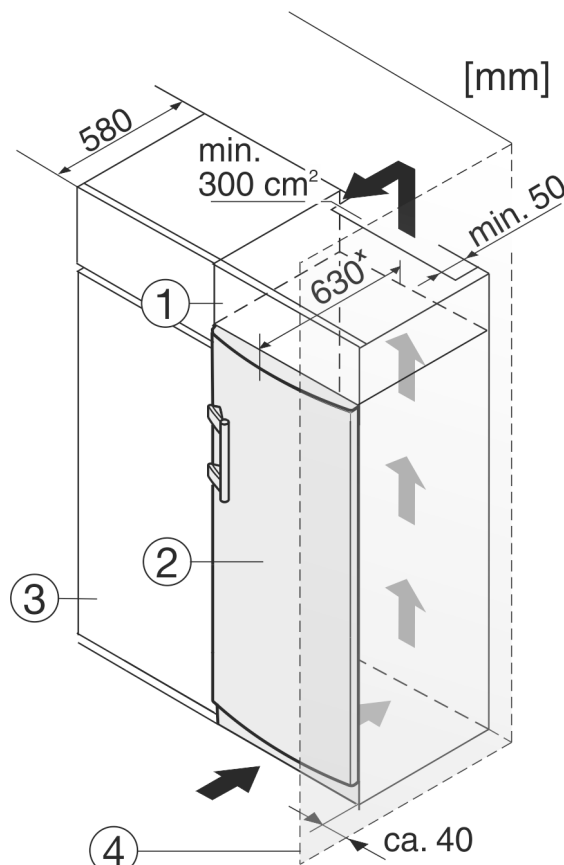

Fig. 12
Urządzenie może zostać obudowane szafkami kuchennymi. Aby dopasować urządzenie Fig. 12 (2) do wysokości ciągu szafek kuchennych, można nad urządzeniem umieścić szafkę nasadzaną Fig. 12 (1).
W przypadku obudowania szafkami kuchennymi (głębokość maks. 580 mm) urządzenie można ustawić bezpośrednio obok szafki kuchennej Fig. 12 (3). Urządzenie wystaje z boku o 34 mm \* i na środku urządzenia o 50 mm \* w stosunku do szafek frontów kuchennych.
Jeżeli urządzenie będzie ustawiane z zawiasami do ściany *Fig. 12 (4)*, to pomiędzy urządzeniem i ścianą należy zachować minimalny odstęp, wynoszący 40 mm. Na taką odległość wystaje klamka przy otwartych drzwiach.